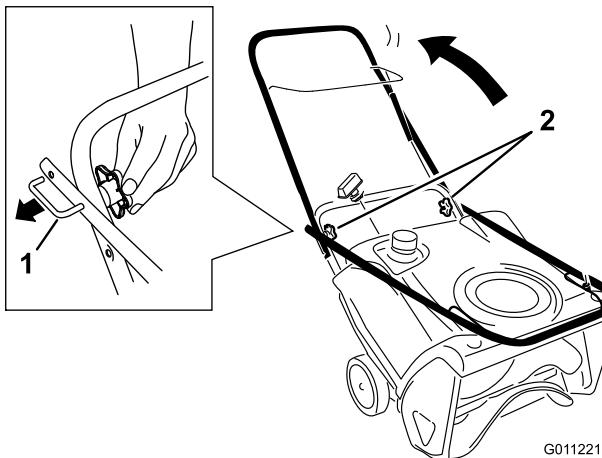

Figure 4
1. Desserrez les boutons du guidon, sortez les dispositifs de blocage en "U" jusqu'à ce que le guidon bouge librement, puis pivotez le guidon en position d'utilisation (Figure 4).